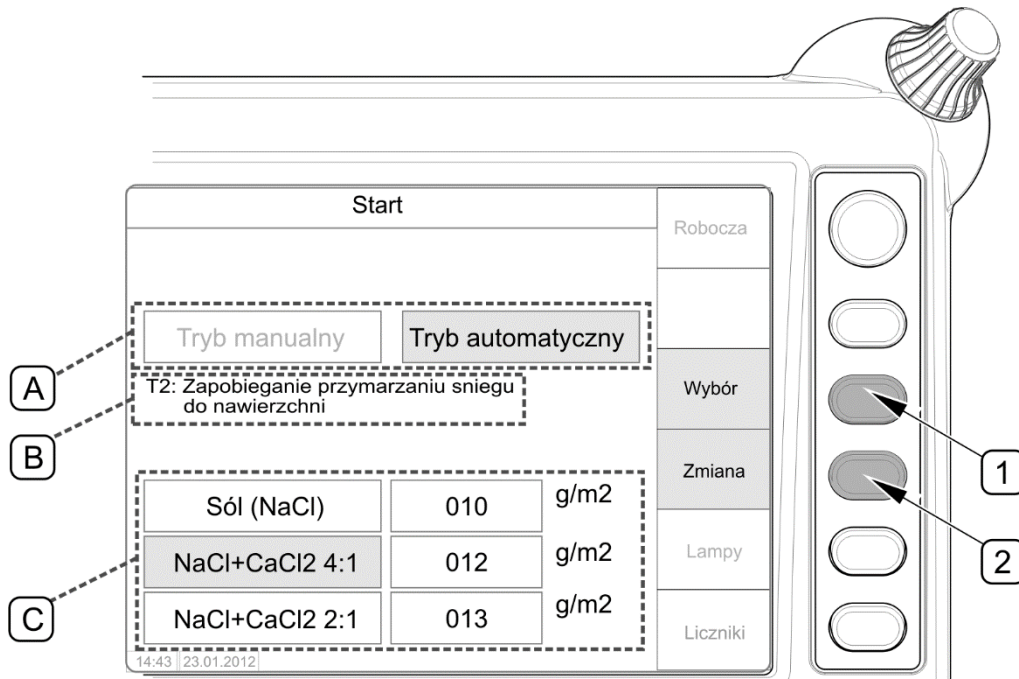

РИСУНОК 4.31 Выбор автоматического режима (опция)
- на стартовой странице "Старт" пульта управления (РИСУНОК 4.31) при помощи кнопки (1) выбрать поле (A) выбора вида режима работы,
- кнопкой (2) "Изменение" выбрать "Автоматический режим"
- кнопкой (1) "Выбор" выбрать один из трех режимов T1, T2, T3,
- кнопкой (1) обозначить поле (C) и затем кнопкой (2) "Изменение" выбрать (C) материал для разбрасывания, который актуально находится в бункере (нельзя выбрать автоматический режим для материала "Песок")